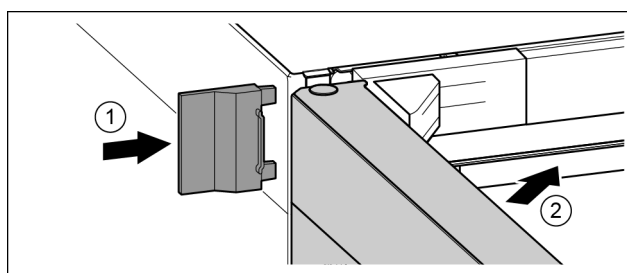

Fig. 42
- ▶ Надвинуть внешнюю крышку. Fig. 42 (1)
- ▶ Закрыть верхнюю дверь. Fig. 42 (2)